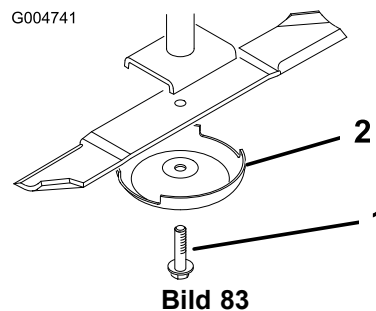

Bild 83
2. Halten Sie das Ende des Messers mit einem stark wattierten Handschuh oder wickeln Sie einen Lappen um es herum. Entfernen Sie die Messerschraube, die Antiskalpierschale und das Messer von der Spindelwelle (Bild 83).